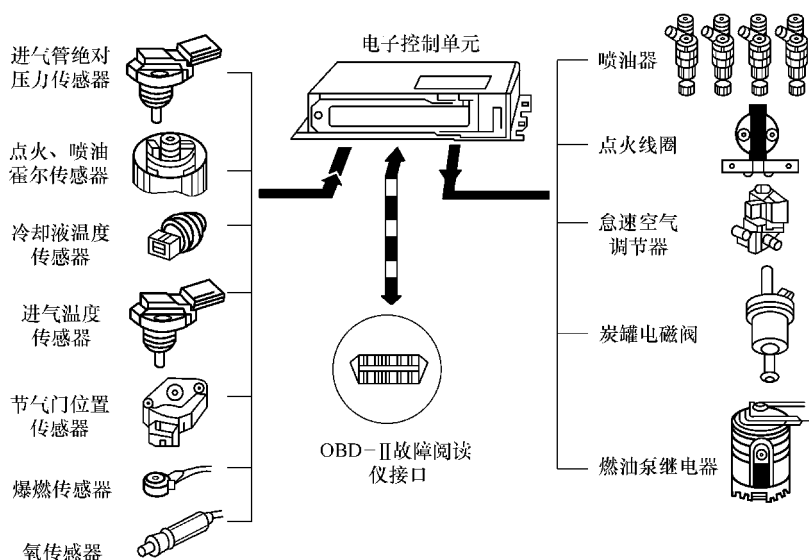

图 5-2 大众宝来 D 型系统
(1) D 型系统 D 型系统通过检测进气歧管的真空度和发动机转速来确定发动机的进气量，由 ECU 根据进气量确定喷油量，如图 5-2 所示。